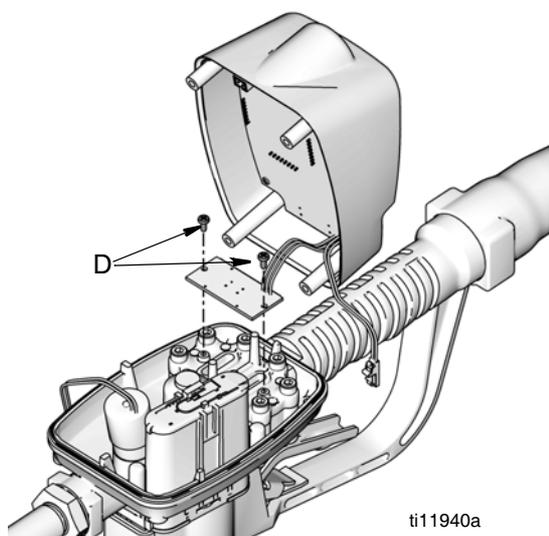

FIG. 34
6. Déposer les deux vis (D) maintenant la carte avec l'interrupteur à lame sur la plaque-couvercle (FIG. 34). Mettre ces vis de côté pour pouvoir les réutiliser lors du remontage. Enlever l'ensemble du couvercle.